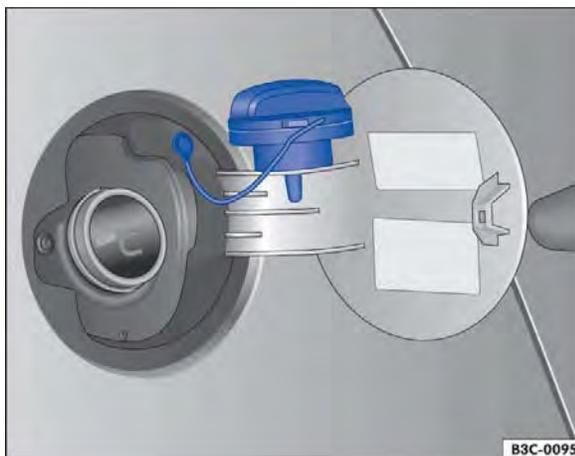

Fig. 193 Portinhola do tanque aberta com a tampa do tanque pendurada.
- Girar a tampa do tanque no sentido anti-horário e encaixá-la na dobradiça da portinhola do tanque ⇒ Fig. 193.